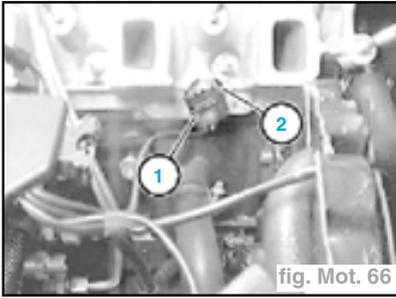

fig. Mot. 66
- Débrancher le connecteur (1) et la sonde de température (2) (fig. Mot. 66).